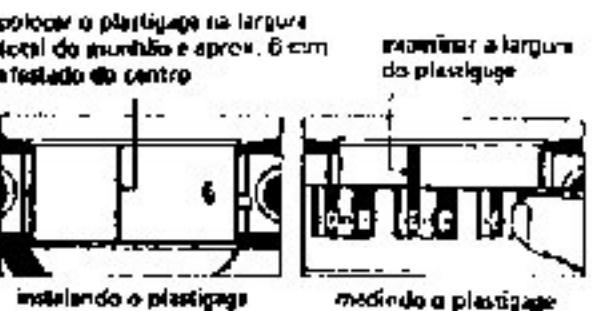

Fig. 14
4. Remover a capa, utilizando a escala (fig. 14), examinar a largura do plastigage no ponto mais largo, obtendo, as-